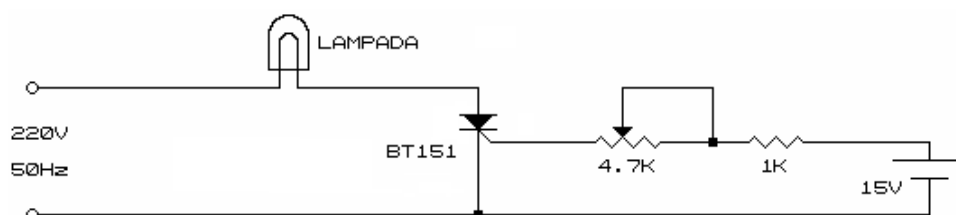

Fig. 2a
2.4 Realize o esquema da Fig. 2a. Coloque o potenciómetro no máximo e depois vá reduzindo lentamente o seu valor. Observe, entretanto, a tensão ânodo-cátodo do tiristor e tente colocá-lo a conduzir a partir dos 60° . Explique o fenómeno a partir do modelo equivalente e das curvas características do componente.